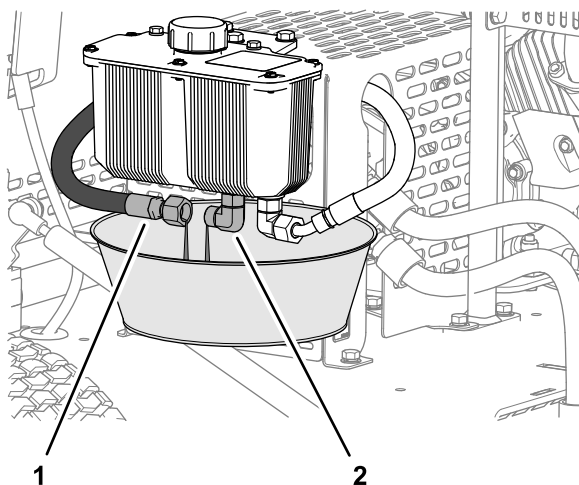

Figura 37
1. Alinhe um recipiente de drenagem de dois litros de capacidade por baixo do reservatório hidráulico (Figura 37).
2. Remova o tubo de alimentação hidráulico da união do reservatório e deixe que o fluido hidráulico drene completamente (Figura 37).